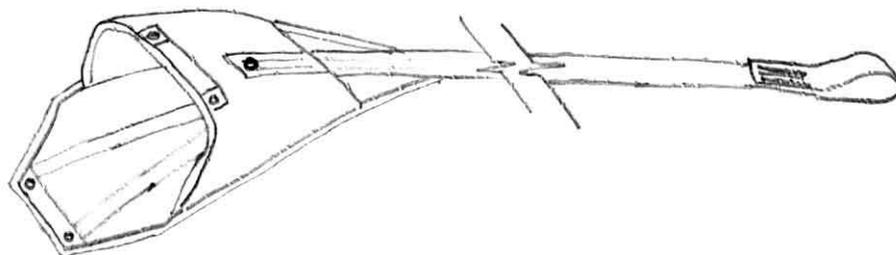

Рис. 12. Камера ПЗ.
2.5.15. К а м е р а ПЗ, предназначенная для укладки купола запасного парашюта (как «Space-336», так и «Space-290») и строп, представляет собой контейнер, закрываемый клапаном. В верхней части камеры (рис. 12) пристрочено звено из широкой ленты длиной 4,5м для соединения с петлей пружинного ВП. Стропы ПЗ укладываются в эластичные соты кармана на боковине камеры, закрываемого текстильной застежкой.